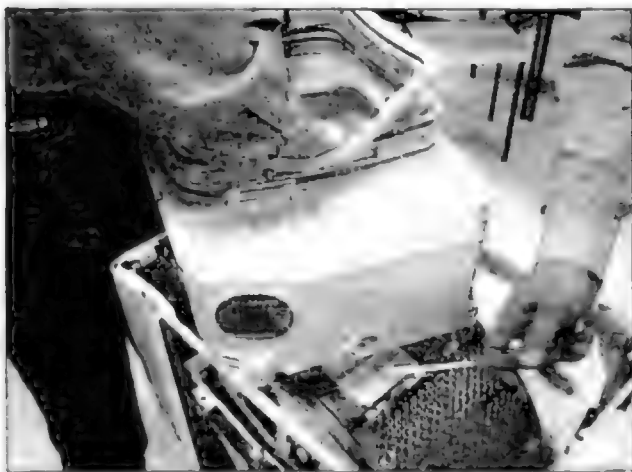

Рис. 1.5.17
- Снимают верхнюю часть бака (рис. 1.5.17). По ее периметру находится резиновое уплотнение черного цвета. Для того чтобы через уплотнитель не проникала вода, при сборке СМ в пластмассовое углубление (по всей его